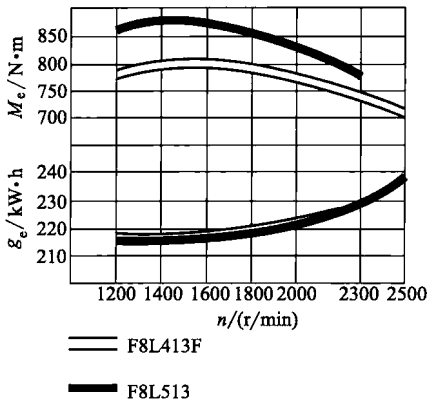

图 1-10 F8L413F/513 油耗及扭矩比较
(2) 供油系统的改进
- ① A 型泵改为 P 型泵，提高了泵油压力（柱塞直径增大）。
- ② 喷油嘴改进。非增压柴油机的喷油嘴喷孔由 2 孔改为 4 孔，并提高了喷油压力。
- ③ 降低了燃油消耗，改善了扭矩特性，如图 1-10 所示。